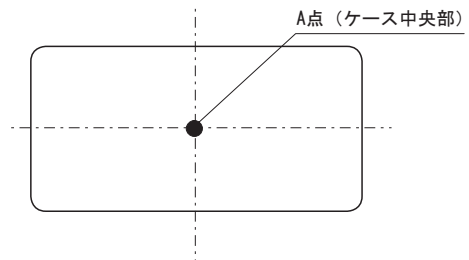

図7.2 温度測定箇所 (ケース上面)
- 図7.2のA点の温度が110°C以下となるように使用してください。また、電源周囲温度が85°C以下となるようにお使いください。